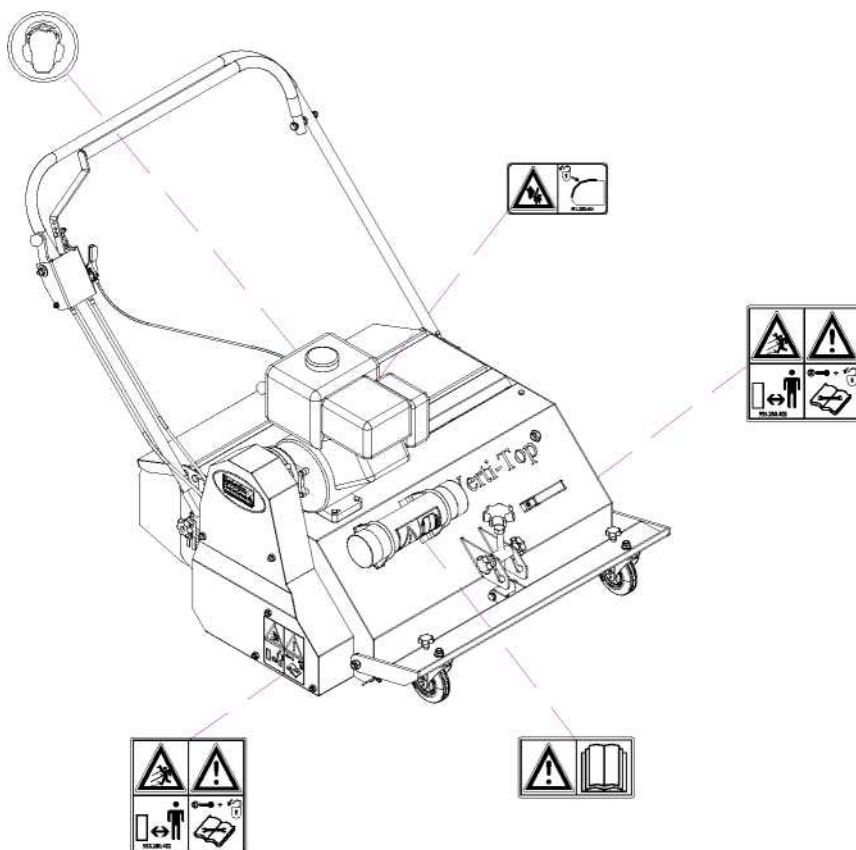

Рисунок 8
Предупредительные наклейки с соответствующим значением наклеены на подножке, возле передней и задней крышек (Рисунок 8) Verti-Top Walk Behind.
(7) Расположение предупредительных наклеек (Рисунок 8).